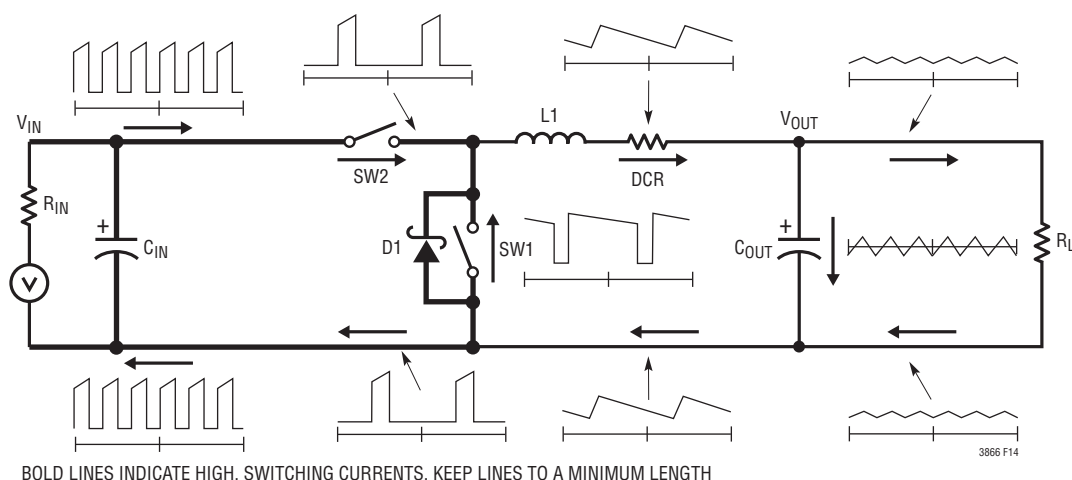

図14. 枝電流の波形
PCボードをレイアウトするときは、以下のチェックリストを使用して、このデバイスが正しく動作するようにします。これらの項目は図14のレイアウト図にも図示してあります。PC基板のレイアウトでは以下の項目をチェックしてください。
7.  $I_{TH}$ ピンと信号グラウンド間の47pF～330pFのセラミック・コンデンサはできるだけデバイスに近づけて配置します。スイッチング・レギュレータの全てのブランチ電流を図14に示します。電流波形を観察すると、高スイッチング電流経路の物理的サイズを小さく抑えることがなぜ重要かが明らかになります。これらの**ループ**から、まさに無線局が信号を送信するように強い電磁界が放射されます。出力コンデンサのグラウンドは入力コンデンサの負端子に戻し、スイッチング電流の経路の共通グラウンドを共有しないようにします。回路の左半分は、スイッチング・レギュレータによって生成される**ノイズ**の発生源になります。非常に大きなスイッチ電流が流れるので、同期MOSFETとショットキー・ダイオードのグラウンド終端は、絶縁された短いPCトレースを使って入力コンデンサの下側プレートに戻します。外部OPTI-LOOP®補償は最適化されていないPCレイアウトには過補償となり、この設計手順は推奨できません。